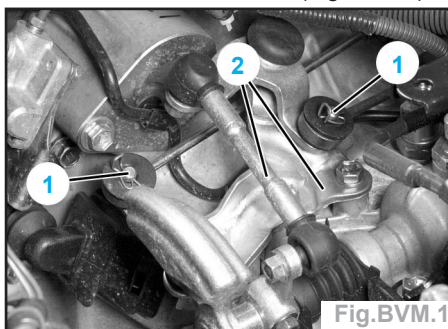

Fig.BVM.1
- Déposer les 2 agrafes (1) et les rondelles des câbles de commande (Fig.BVM.1).
- Déposer le support de renvoi ainsi que le levier (2) (Fig.BVM.1).